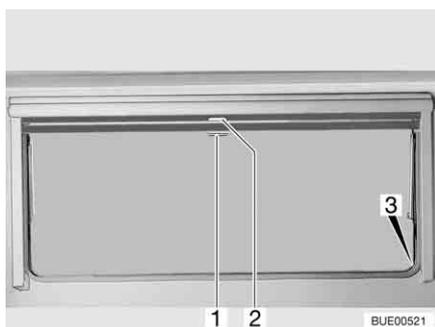

Fig. 59 Finestra apribile
- Tirare verso il basso l'oscurante a rullo accompagnandolo con la maniglia (Fig. 59,2). Quando si chiude completamente l'oscurante a rullo esso va agganciato da entrambi i lati al telaio della finestra nell'apposito elemento di fissaggio (Fig. 59,3).
- Quando l'oscurante a rullo è completamente chiuso: Spingere la maniglia (Fig. 59,2) verso il basso tirandola leggermente verso l'interno. Sganciare l'oscurante a rullo dagli elementi di fissaggio a destra e a sinistra del telaio della finestra.
- Quando l'oscurante a rullo si trova in posizione intermedia: Tirare la maniglia (Fig. 59,2) leggermente verso il basso finché l'elemento di fissaggio non si è sganciato.
- Tirare la maniglia (Fig. 59,1) della zanzariera a rullo verso il basso e agganciarla all'elemento di fissaggio (Fig. 59,3) su entrambi i lati del telaio della finestra.
- Spingere la maniglia (Fig. 59,1) verso il basso tirandola leggermente verso l'interno. Sganciare la zanzariera a rullo dagli elementi di fissaggio a destra e a sinistra del telaio della finestra.